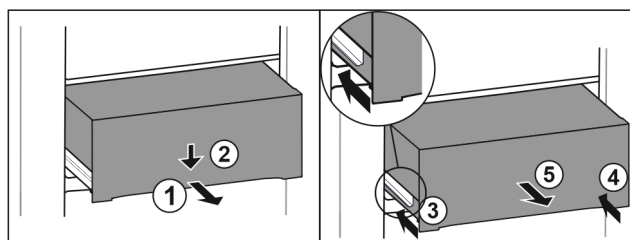

Fig. 144
- ▶ Lade er half uittrekken. Fig. 144 (1)
- ▶ Schuiflade aan de voorzijde omlaag drukken. Fig. 144 (2)
- ▶ Linker rail ca. 2 cm inschuiven. Fig. 144 (3)
- ▶ Rechter rail ca. 2 cm inschuiven. Fig. 144 (4)
- ▶ Lade naar voren toe verwijderen. Fig. 144 (5)